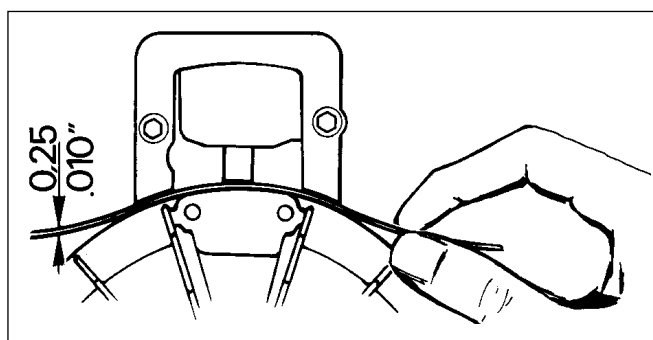

Abb. 18
- Legen Sie eine 0,30-mm-Fühlerlehre auf die Magnete (Abb. 18).